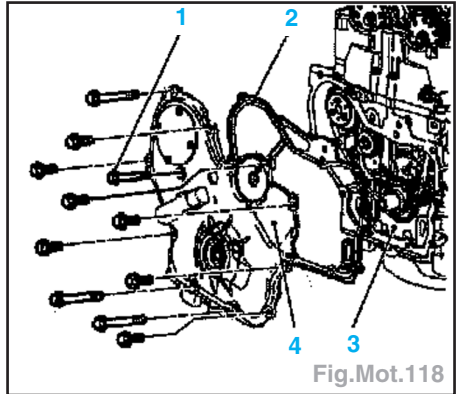

Fig.Mot.118
- Abaisser le pont et le moteur afin de pouvoir faire passer les vis longues (1) du carter à coté du longeron (Fig.Mot.118).